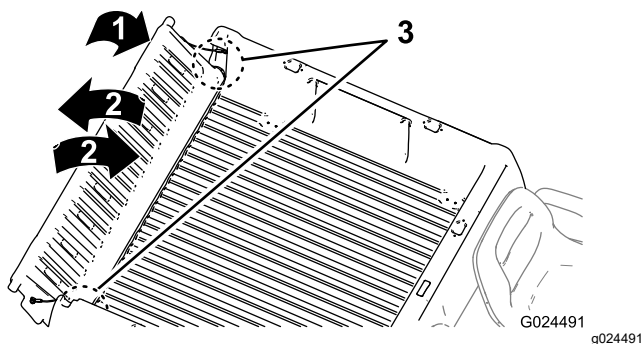

図 21
2. テールゲートを 45°程度の角度にする図 21。
3. この位置から、テールゲートを小刻みに前後に振るように数回往復させる 図 21。